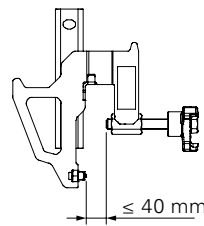

Abb. A2.09a
- Spundwanddicke: ≤ 40 mm. (Abb. A2.09a)